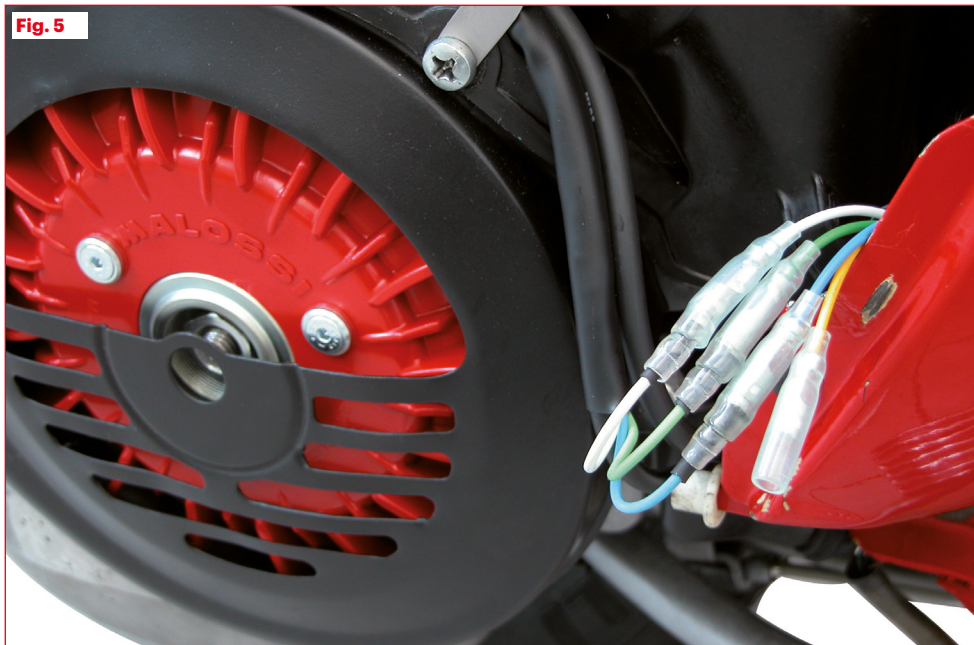

Fig. 6
- Amenez les câbles à l'intérieur du vide-poche côté gauche **(Fig. 6)**.
- Raccordez le connecteur multipolaires au régulateur **(Fig. 6, part. 8)** et connectez le restant câble bleu, qui sort
du transducteur, au câblage **(Fig. 6, part. 9)**.